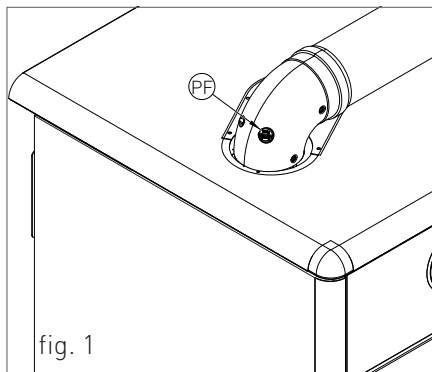

fig. 1
- > Inserire la sonda dell'analizzatore fumi nell'apposita presa fumi 'PF' (fig. 1), quindi verificare che il valore di CO2 sia conforme a quanto riportato al capitolo "Dati tecnici", in caso contrario svitare la vite di protezione 'A' (fig. 2) e regolare con una chiave a brugola da 4 sulla vite '2' (fig. 2) del regolatore di Off-Set. Per aumentare il valore di CO2 è necessario ruotare la vite in senso orario e viceversa